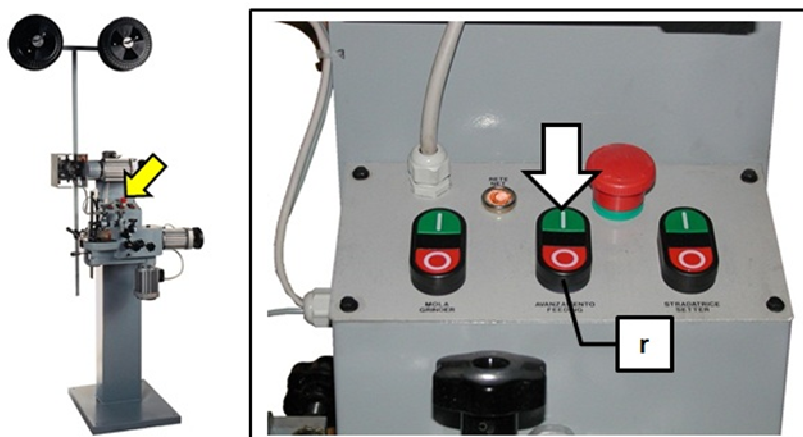

Рисунок 57
- Нажмите кнопку **r**, чтобы включить подачу (Рисунок 57)